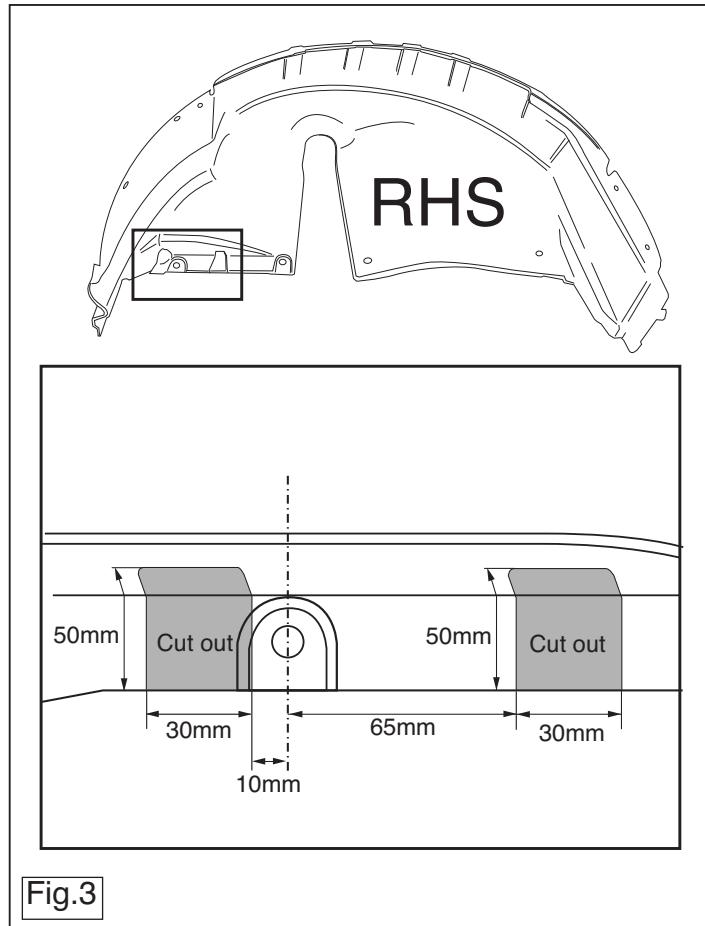

Fig.3
10. Выпилить обозначенные части, как указано на рис. 3. ((справа)).